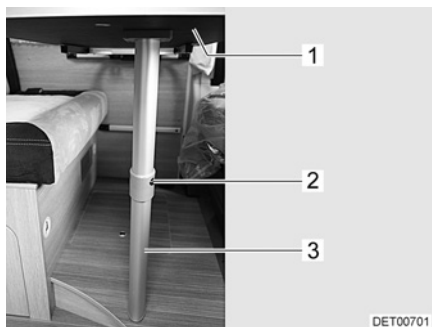

Fig. 42 Sommier de lit
- Soulever légèrement le plateau de table (Fig. 42,1) à l'avant.
- Appuyer sur le bouton de déverrouillage (Fig. 42,2) et rabattre la partie inférieure du pied de table à joint (Fig. 42,3) de 90°.